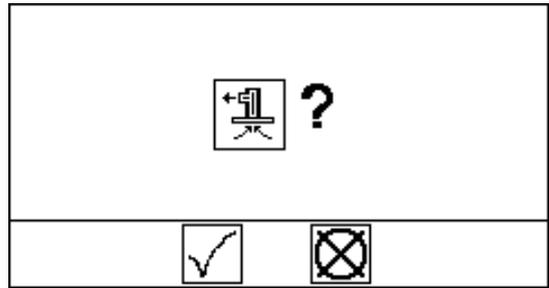

FIG. 21: Confirmación del cebado
5. Pulse la tecla Cebiar la bomba . La pantalla pide al operador que confirme. Vea la FIG. 21. Seleccione  para comenzar a cebar.